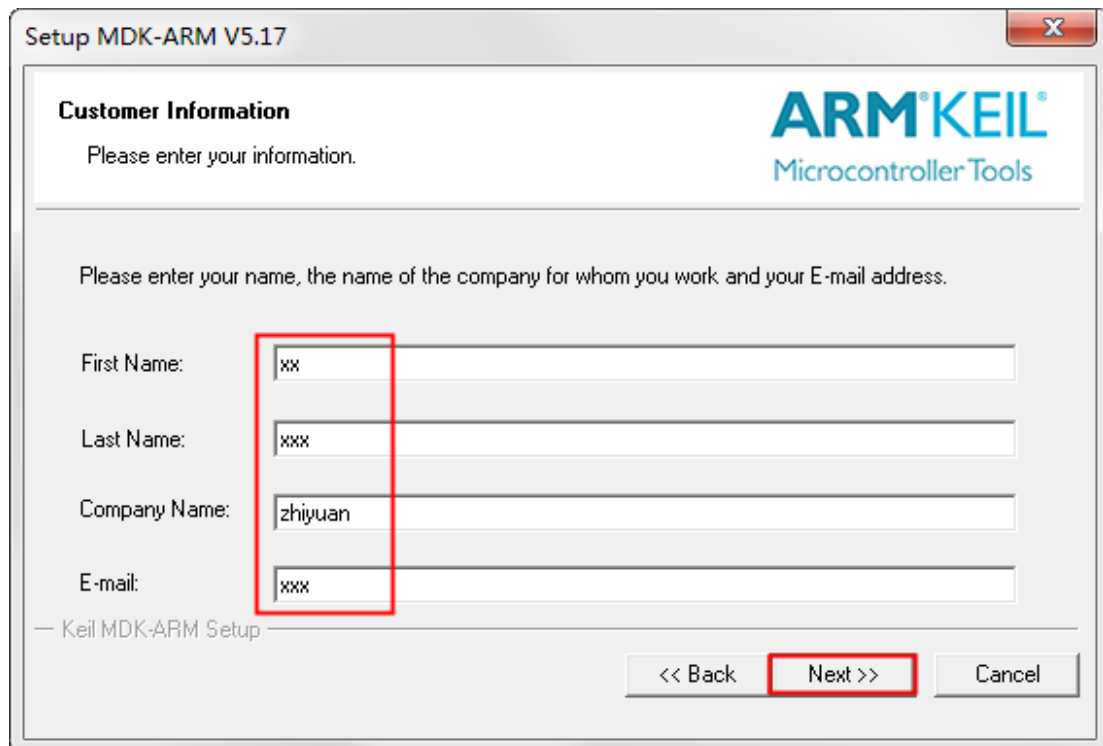

图 2.8 填写用户信息
- (4) 进入用户信息填写界面，如图 2.8 所示，根据实际情况填入相关用户信息，然后点击【Next】。